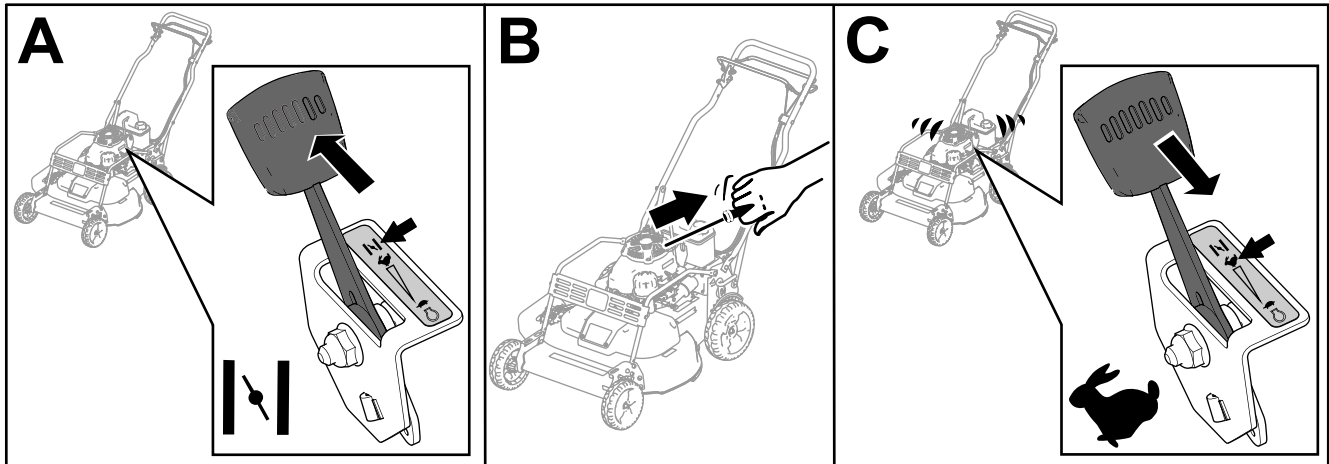

Figura 14
3. Mueva el control del acelerador a la posición de ESTÁRTER (Figura 14, A)
4. Tire suavemente del arrancador hasta que note resistencia, luego tire con fuerza (Figura 14, B).
5. Cuando el motor arranque, mueva la palanca de control del acelerador a la posición RÁPIDO (Figura 14, C).